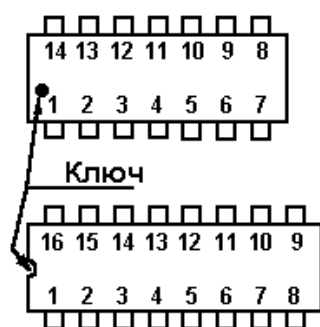
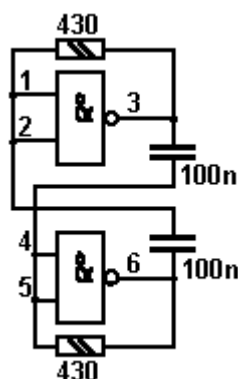
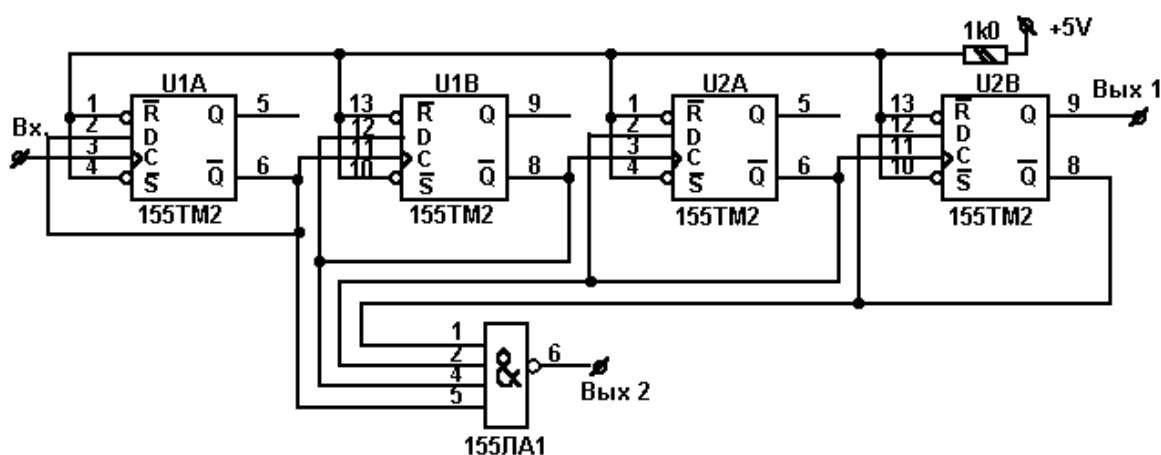
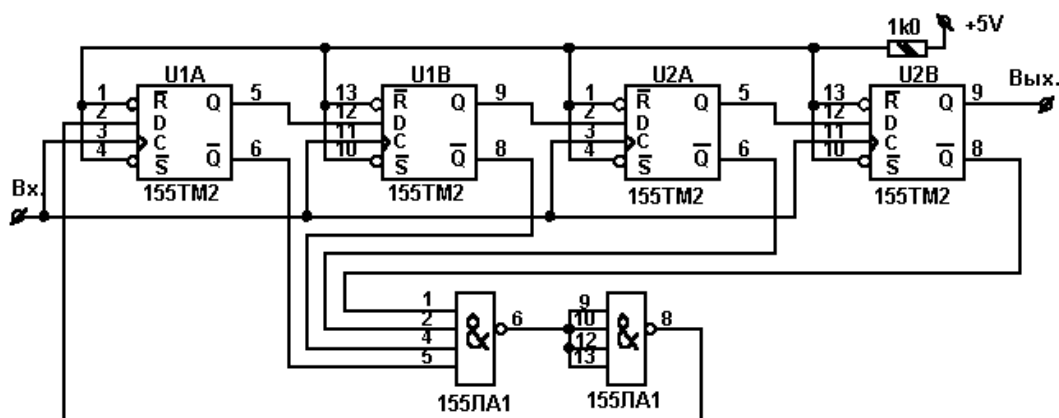

Рис. 12.
Рис. 13.
Рис. 14. Двоичный делитель на D-триггерах
Рис. 15. Регистр сдвига на D-триггерах
1. Проверить по таблице истинности (табл. 4) работу одного из двух свободных вентилях 2И-НЕ микросхемы 155ЛА3. Цоколевка приведена на рис. 12 и рис. 13. Номера ножек микросхем считаются от ключа против часовой стрелки.
4. Собрать двоичный делитель на четырех D-триггерах 155ТМ2 (555ТМ2) по рис. 14. Для этого на входы \bar{R} и \bar{S} подать логическую единицу. Соединить выходы \bar{Q} с D-входами. На вход "С" первого триггера подать сигнал с мультивибратора, собранного на двух вентилях 2И-НЕ (рис. 13). Засинхронизировать осциллограф в ждущем режиме от последнего триггера (Вых. 1). Наблюдать сигналы на всех
6. Из четырех D-триггеров (два корпуса МС 155ТМ2) и двух 4И-НЕ (155ЛА1) собрать схему сдвигового регистра (рис. 15). На входы \bar{R} и \bar{S} подать логическую единицу. На все входы "С" подать сигнал с мультивибратора (рис. 13). Засинхронизовать осциллограф в ждущем режиме от выхода первого триггера. Наблюдать сигналы на всех выходах и их взаимное положение. Объяснить работу устройства. Через сколько импульсов схема приходит в исходное состояние?